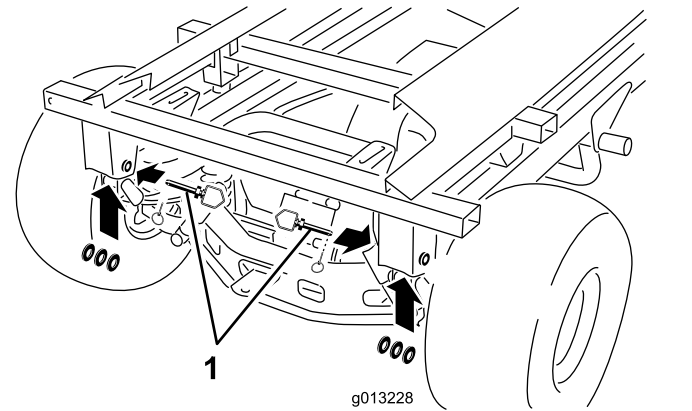

Figura 52
10. Îndepărtați cunile de osie, tifturile de cuplare i aibele spate (Figura 52).